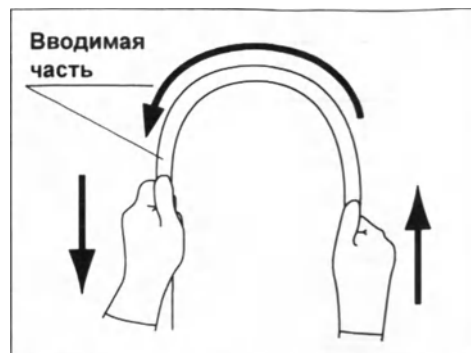

Рис. 3.4
- 6** Обеими руками согните вводную часть эндоскопа полукругом. Затем, передвигая руки в направлении, указанном стрелками на рис. 3.4, убедитесь в том, что вводная часть пластична и легко сгибается в полукольцо по всей длине.